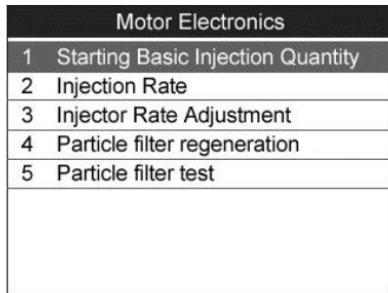

Figura 13.11
- 1) En el menú de las funciones de mantenimiento (Figura 13.11), utilice el botón de desplazamiento **ARRIBA/ABAJO** para seleccionar **Cantidad de inspección básica de arranque** y pulse el botón **OK**.
- 1) En el menú de las funciones de mantenimiento (Figura 13.11), utilice el botón de desplazamiento **ARRIBA/ABAJO** para seleccionar **Caudal de inyección** y pulse el botón **OK**.
- 1) En el menú de las funciones de mantenimiento (Figura 13.11), utilice el botón de desplazamiento **ARRIBA/ABAJO** para seleccionar **Ajuste del caudal del inyector** y pulse el botón **OK**.